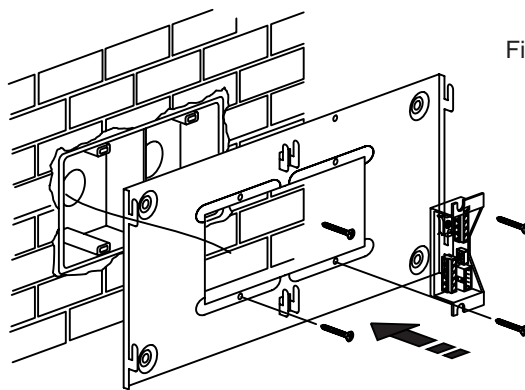

Fig. 7
- Fig. 7 - Togliere i tappi di protezione fori dalla scatola e fissare la staffa Art. 7146 con le 4 viti a corredo.